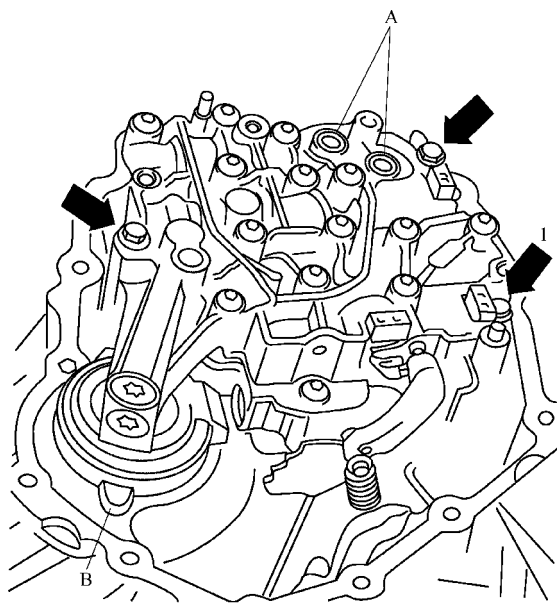

图 2-2-12 旋出螺栓并取下液压控制单元
(4) 旋出螺栓并取下液压控制单元，如图 2-2-12 所示。
(7) 用手拧入螺栓(图 2-2-12 中箭头所示)，该螺栓(箭头 1)比其他两个螺栓短。
(8) 检查盖板的正确位置。固定凸耳 B 必须放入自动变速器上的专用孔内。
(2) 拧紧螺栓，如图 2-2-12 中箭头所示。